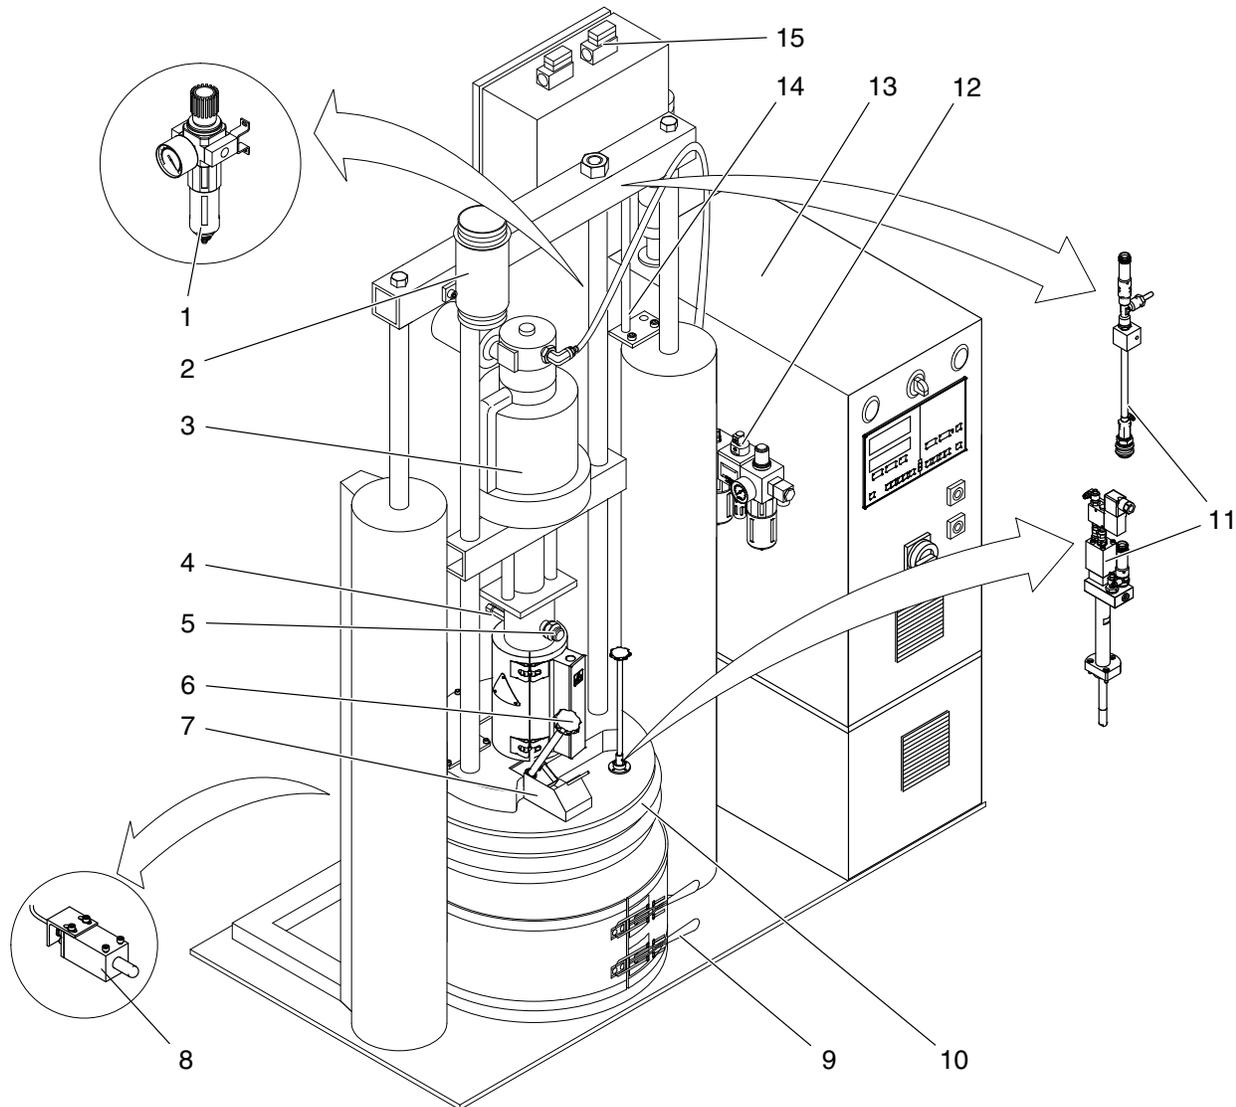

Fig. 2-2
**INDICAÇÃO:** Para mangueiras, que vão ser ligadas ao cilindro de aquecimento da instalação de fusão para tambores, estão previstas tomadas de ligação das mangueiras situadas na caixa de terminais (item 15, fig. 2-2).